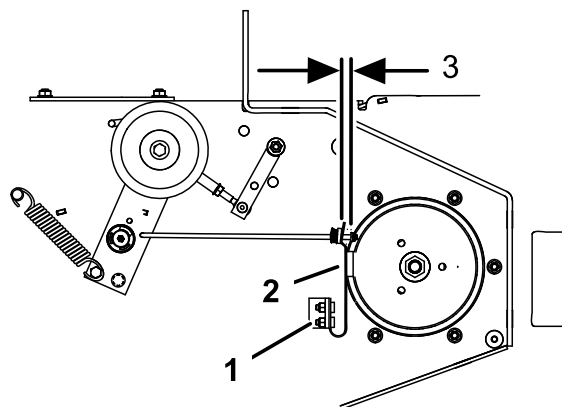

Figura 69
3. Si es necesario, ajuste los pernos de montaje del muelle hasta que la pastilla de freno de la cuchilla roce contra ambos lados de la ranura de la polea (Figura 69).
4. Ajuste la tuerca del extremo de la varilla de freno de la cuchilla hasta que quede un espacio de 3–5 mm (1/8–3/16 pulg.) entre la tuerca y el espaciador (Figura 69).